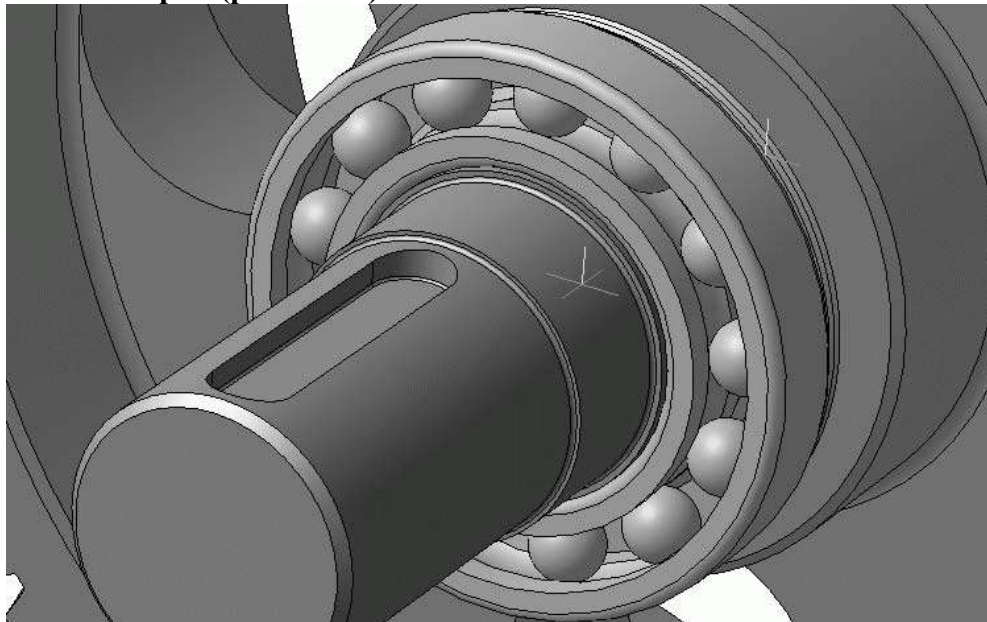

Рис. 3.115. Подшипниковый узел ведомого вала
10. После вставки подшипника создайте сопряжение. Соосность цилиндрической поверхности его внутреннего кольца и поверхности участка вала под подшипник, а также сопряжение Совпадение объектов между боковой плоской гранью внутреннего кольца и поверхностью выступа на маслоудерживающей крышке, в которую должно упереться внутреннее кольцо подшипника. Первый подшипниковый узел успешно собран (рис. 3.115).